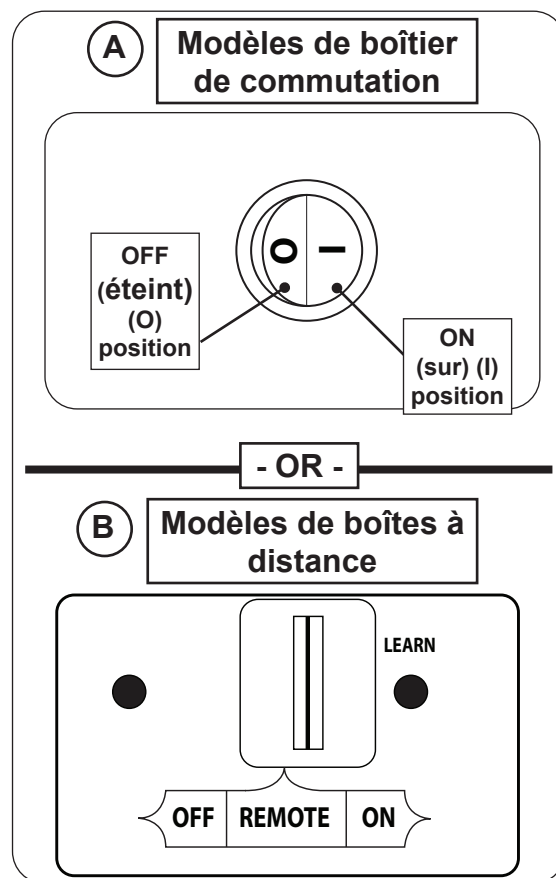

Fig. 45-1 Opération manuelle
2. Localisez l'interrupteur ON/OFF (sur/éteint) à l'avant du boîtier de commutation et/ou l'interrupteur à 3 positions sur le récepteur à distance (le cas échéant), et appuyez/faitez glisser jusqu'à la (les) position(s) **OFF** (éteint) (voir Fig. 45-1).
3. **Modèles de boîtier de commutation:** Appuyez sur l'interrupteur ON/OFF (sur/éteint) à la position **ON** (sur) (**I**) (Fig. 45-1, A).
Modèles de boîtes à distance: Faites glisser l'interrupteur à 3 positions **ON** (sur) (Fig. 45-1, B).